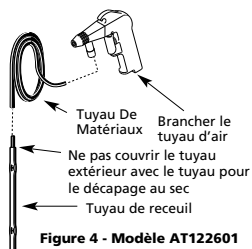

Figure 4 - Modèle AT122601
- Attacher le tuyau de matériel au tuyau de recueil. Placer le tuyau de recueil dans le sac de matériel. (Voir Figure 4).